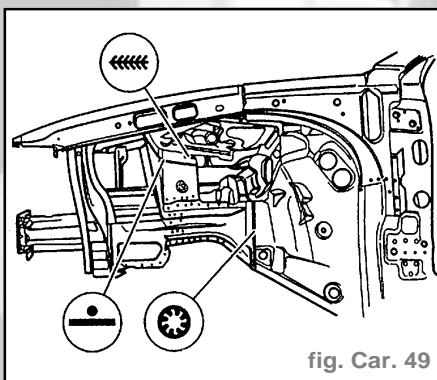

fig. Car. 49
- Effectuer la soudure en bord à bord des zones d'accostage en cordon continu sous gaz de protection (fig. Car. 49).